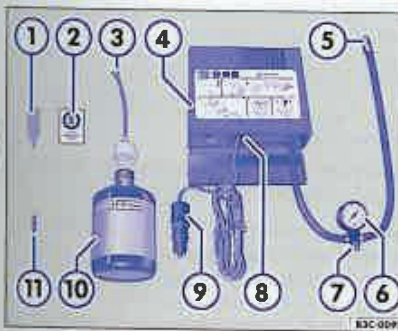

Fig. 25 Componentele setului.
- Înșurubați furtunul de umplere ⇒ fig. 25 ③ pe recipientul cu substanța de vulcanizare. Folia de la gura recipientului se va găuri automat.
- Îndepărtați capacul de pe furtunul ③ și introduceți capătul acestuia pe ventilul pneului.
- Scoateți recipientul de pe ventil și introduceți din nou ventilul cu dispozitivul ①.
– Închideți furtunul de presiune ⇒ pagina 77, fig. 25"  și citiți presiunea din pneu, pe indicatorul de presiune .